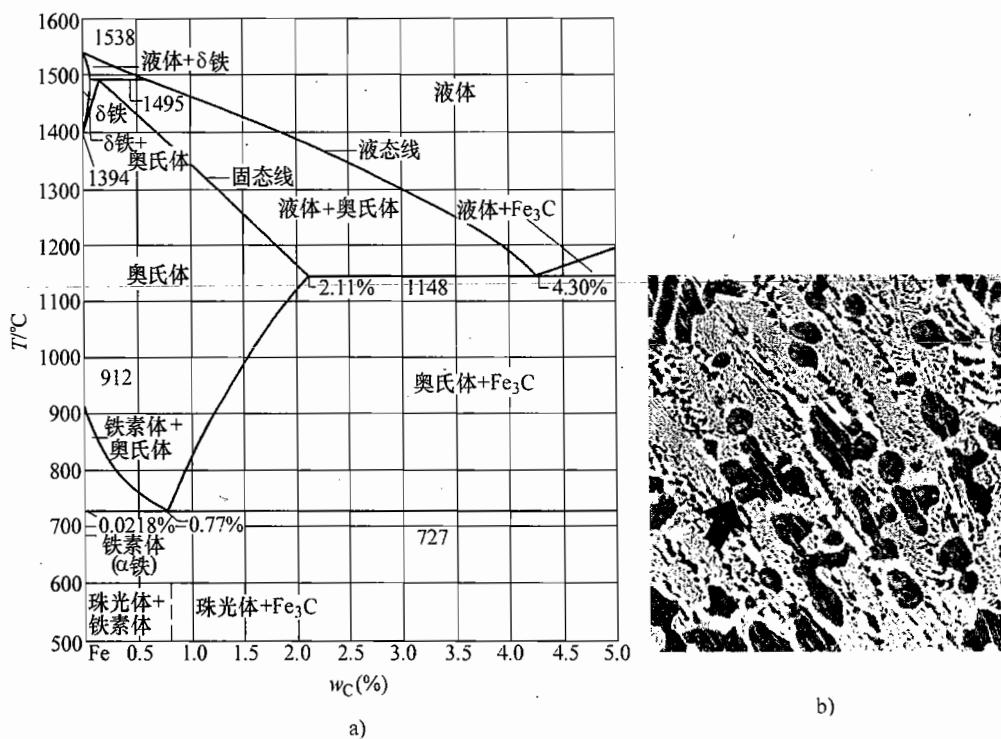

图 11-1 第四题第 1 小题图
1. 图 11-1 为铁碳相图和一个含 3.5% C 的铁碳合金缓冷凝固组织。说明或示意画出此合金由液相缓冷到共析温度以下的组织变化过程，并说明图 11-1b 的最终组织；计算图 11-1b 中箭头所指的树枝状组织的重量百分量；再分别计算共析转变后合金中铁素体和全部的珠光体组织重量百分量 ( $\text{Fe}_3\text{C}$  含 6.69% C)。